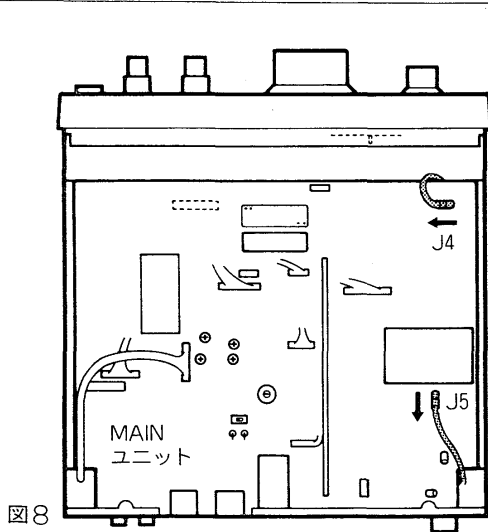

図8
- ①分解手順(45)ページに従ってPAユニットを開きます。
- ②MAINユニットのJ4, J5に接続されている同軸ケーブルを外します。(図8参照)